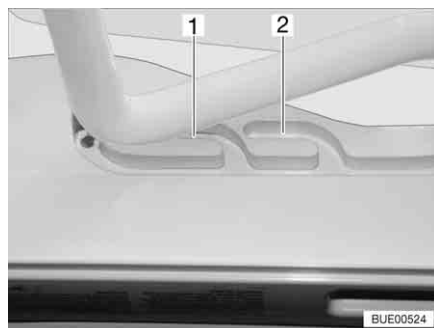
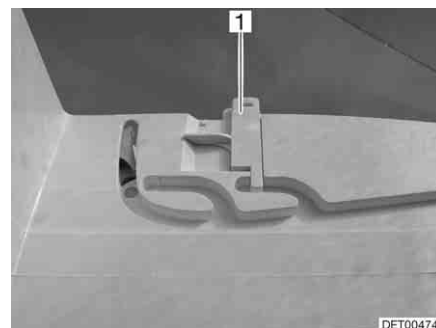

Bild 62 Heki-Dachhaube in Lüftungsstellung
Bild 63 Verriegelung Lüftungsstellung
Die Heki-Dachhaube kann in zwei Lüftungsstellungen gebracht werden: Schlechtwetterstellung (Bild 62,1) und Mittelstellung (Bild 62,2). Je nach Modell kann die Dachhaube in der Mittelstellung mit den beiden Riegeln (Bild 63,1) links und rechts am Rahmen der Dachhaube verriegelt werden.
- Den Bügel leicht nach oben drücken und in die gewählte Führung (Bild 62,1 oder 2) schieben und ggf. verriegeln.